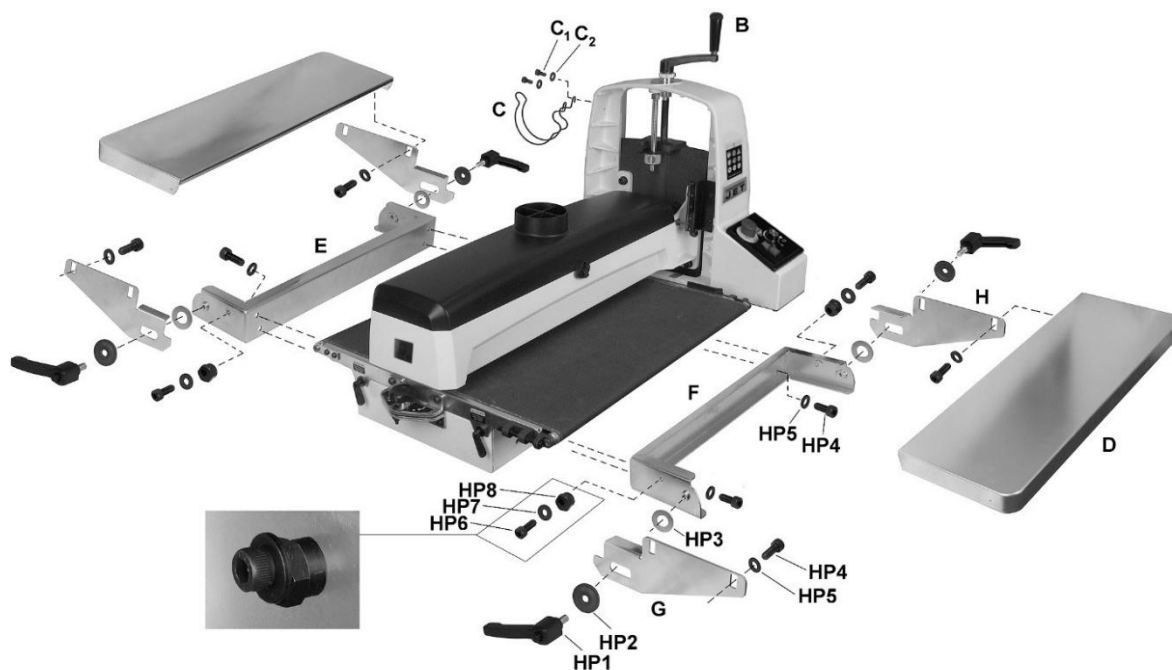

Abb. 6-3: Montagezeichnung für Schleifmaschine und Verlängerungstische (optional)
1. Die Höheneinstellkurbel (B, Abb. 6-3) mit dem Gewindestift festsetzen.
1. Die Träger (F, E, Abb. 6-3) mithilfe von Innensechskantschrauben und flachen Scheiben am Maschinensockel festschrauben. Die Träger müssen bündig am Sockel ausgerichtet sein.